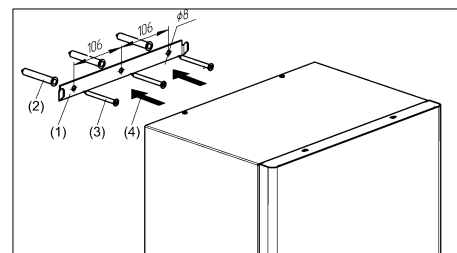

Рисунок 4. Установка прибора на вертикальное основание
(1) Выполните разметку отверстий в стене под крепление кронштейна (закладной) в соответствии с рис.4.
(2), (3) Выполните установку кронштейна (закладной) с использованием дюбелей и шурупов входящих в комплект поставки.
(4) Выполните установку прибора на кронштейн.